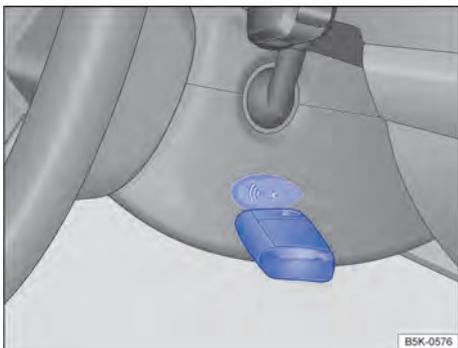

Fig. 88 À direita na coluna de direção: função de partida de emergência em veículos com sistema de travamento e de partida Keyless Access sem chave.
- Manter a chave do veículo diretamente após pressionar o botão de partida à direita da coluna de direção → Fig. 88.